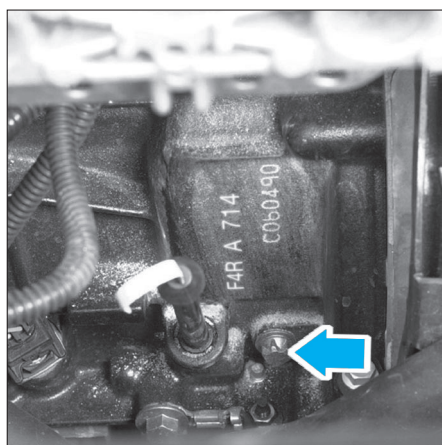

FIG. 12
- Déposer le bouchon pour la mise en place de la pige de PMH (fig. 12).